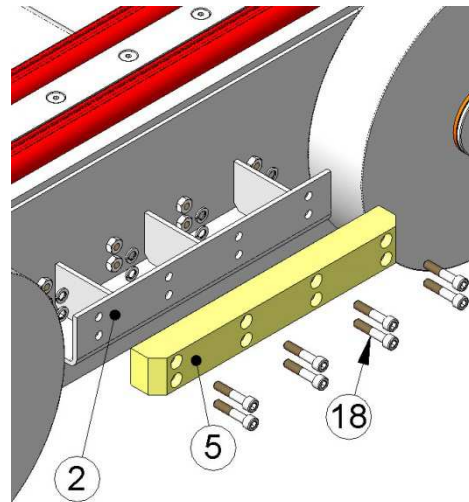

fig. 14
**Remarque** : les chiffres entre parenthèses font référence à la fig. 14.